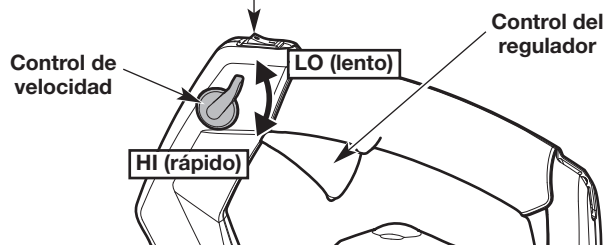

Fig. 6
**NOTA:** No hay necesidad de encender la unidad. El interruptor de encendido/apagado debe estar en la posición **Encendido (I)** en todo momento (Fig. 6).
2. Mueva el control de crucero a la posición **LO (lento)** (Fig. 6).
**NOTA:** Mantenga el control de crucero en posición **LO (lento)** y **NO** presione el control del acelerador (Fig. 6) hasta el paso 7.
**NOTA:** Si la unidad se detiene durante ese período, oprima y mantenga oprimido el control del acelerador o mueva el control de crucero a la posición **HI (rápido)** (Fig. 6) y tire de la cuerda de arranque con un movimiento controlado y firme hasta que la unidad se ponga en marcha.
7. Apriete y mantenga oprimido el control del acelerador o mueva el control de crucero a la posición **HI (rápido)** (Fig. 6). Deje que el motor se caliente durante 30 a 60 segundos. Se puede usar la unidad durante este período.
2. Oprima y no suelte el interruptor de control de encendido/apagado en la posición **Apagado (O)** hasta que el motor se detenga por completo (Fig. 6).
**NOTA:** No hay necesidad de encender la unidad. El interruptor de Encendido/Apagado debe estar en la posición **Encendido (I)** en todo momento (Fig. 6).
**NOTA:** Mantenga el control de crucero en posición **LO (lento)** y **NO presione el control del acelerador (Fig. 6) hasta el paso 9.**
**NOTA:** Si la unidad se detiene durante ese período, oprima y mantenga oprimido el control del acelerador o mueva el control de crucero a la posición **HI (rápido)** (Fig. 6), luego active el accesorio de arranque eléctrico a intervalos no mayores de 2 segundos cada uno hasta que arranque la unidad.
9. Apriete y mantenga oprimido el control del acelerador o mueva el control de crucero a la posición **HI (rápido)** (Fig. 6). Deje que el motor se caliente durante 30 a 60 segundos. Se puede usar la unidad durante este período.
- Use el control de velocidad para facilitar la operación continua (Fig. 6).